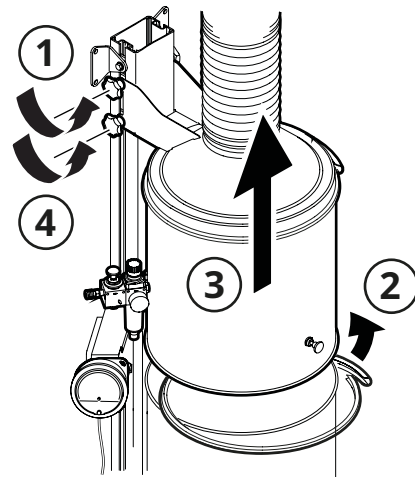
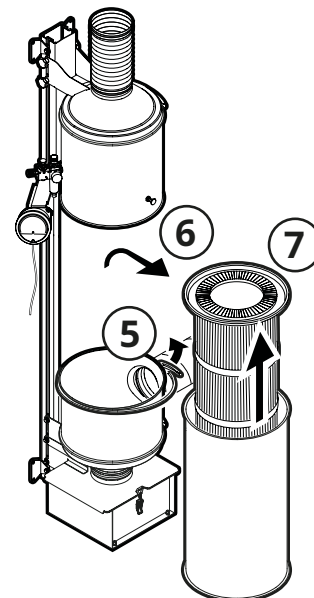
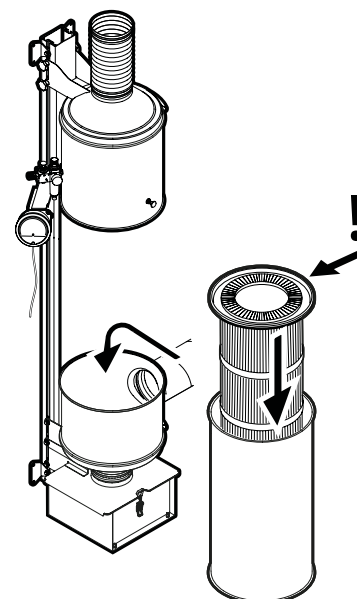

Fig. 9
Fig. 10
Fig. 11
3. Desserrez les poignées (1, **Fig. 9**) de la sortie et l'anneau de serrage (2) entre le carter du filtre et le boîtier de commande.
4. Faites ensuite glisser le boîtier de commande (3) vers le haut et verrouillez-le dans le rail en aluminium (4) afin qu'il soit fermement en place.
5. Desserrez l'anneau de serrage (5, **Fig. 10**) entre le carter du filtre et le cylindre de raccordement.
6. Retirez le carter du filtre et posez-le sur une surface plane (6).
7. Retirez le filtre à cartouche du carter (7).
9. Installez un nouveau filtre à cartouche dans le carter (**Fig. 11**).
2. Desserrez les poignées (1, **Fig. 9**) de la sortie et l'anneau de serrage (2) entre le carter du filtre et le boîtier de commande.
3. Faites ensuite glisser le boîtier de commande (3) vers le haut et verrouillez-le dans le rail en aluminium (4) afin qu'il soit fermement en place.
4. Desserrez l'anneau de serrage (5, **Fig. 10**) entre le carter du filtre et le cylindre de raccordement.